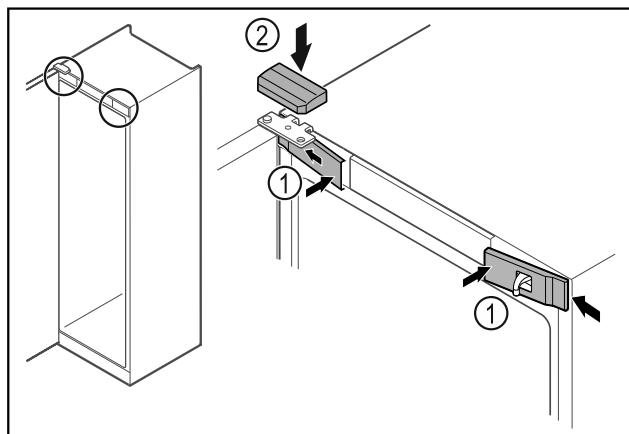

Fig. 45
- ▶ Przednie osłonki Fig. 45 (1) założyć z boku i zaczepić.
- ▶ Górną osłonkę Fig. 45 (2) zaczepić od góry.